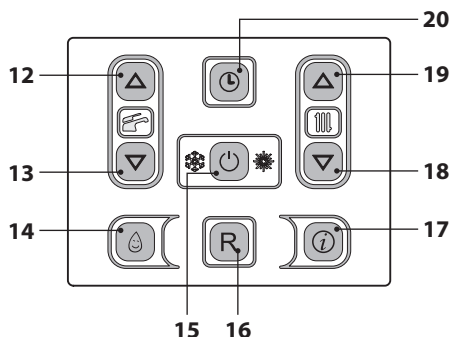
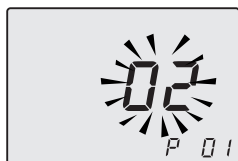
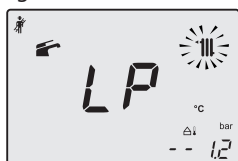
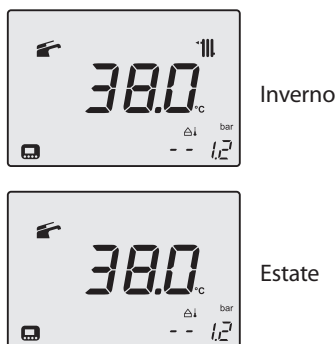

Figura 9.21
Figura 9.22
Figura 9.23
Figura 9.27
- Entrare in "modalità programmazione" premendo contemporaneamente per 10 secondi i tasti 15 - 18 - 19 (Figura 9.21) fino a far apparire sul display LCD le lettere **P01** e il valore del parametro, indicanti l'entrata nel "parametro 01" (Figura 9.22).
- Premere contemporaneamente i tasti 18 e 19 (Figura 9.21) fino a far apparire sul display LCD le lettere **LP** che si alternano con il valore di temperatura dell'acqua di riscaldamento (es.45), indicanti l'entrata nell'attivazione della "funzione spazzacamino" alla potenza minima (Figura 9.23).
- Premendo il tasto 19 (Figura 9.21) è possibile variare la potenza in modalità spazzacamino: con visualizzazione sul display LCD delle lettere **hP** che si alternano con il valore di temperatura dell'acqua di riscaldamento (es.32), siamo in "funzione spazzacamino" alla potenza minima in riscaldamento (Figura 9.24).
- Riprendendo contemporaneamente per 10 secondi i tasti 15 - 18 - 19 (Figura 9.21) si esce dalla "modalità spazzacamino" e si ritorna allo stato di caldaia precedentemente impostato (Figura 9.27).